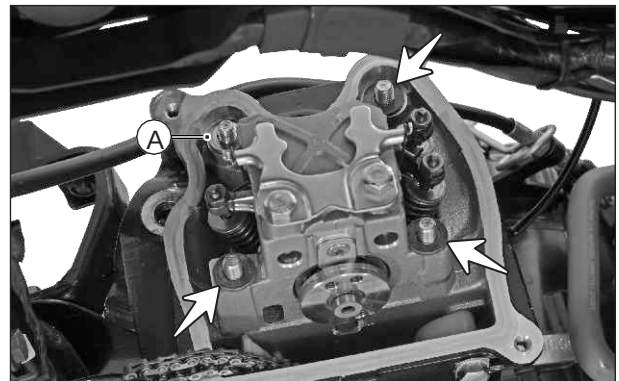

Fig. 3.43
- Retire la arandela de lubricación (A) y las 3 arandelas convencionales de la culata. (Fig.3.43)